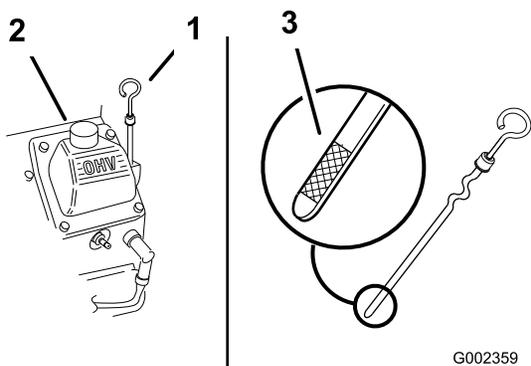

Figure 20
3. Nettoyez la surface autour de la jauge d'huile (Figure 20) pour éviter que des impuretés ne tombent dans l'orifice de remplissage et n'endommagent le moteur.
4. Dévissez la jauge d'huile et essuyez soigneusement son extrémité (Figure 20).
5. Remettez la jauge au fond du tube de remplissage, mais sans la visser (Figure 20).
6. Versez avec précaution environ 80 % de la quantité d'huile spécifiée dans le tube de remplissage (Figure 20).